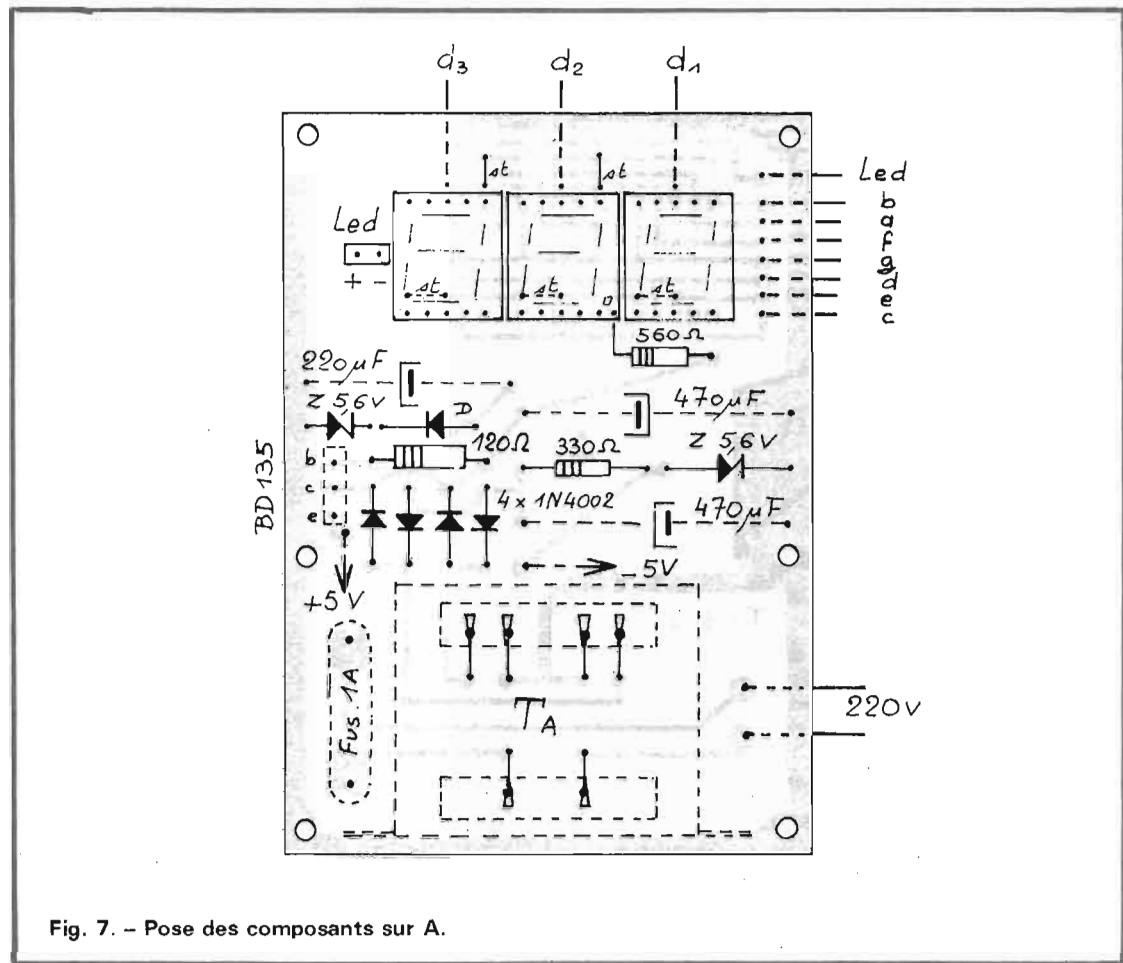

Fig. 7. - Pose des composants sur A.
a) **Plaquette A.** Se reporter à la figure 7.
La pose du transfo mérite attention. En effet, le cuivre du CI se présente du mauvais côté. On soudera donc six morceaux de fil nu, de 15 mm de longueur, dans les trous les plus rapprochés. Poser le transfo et rabattre les cosses les unes vers les autres. Raccorder par soudure les cosses et les fils nus. La figure 7 montre bien la disposition de ces connexions. Voir aussi la photo D.